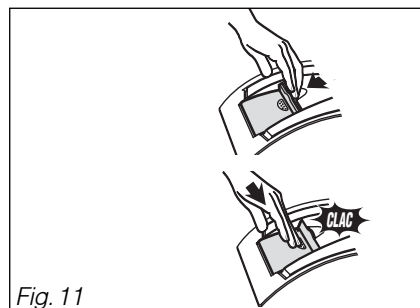

Fig. 11
- Ouvrez le portillon du tambour en tirant sur le volet de fermeture (Fig. 11).
- Refermez le portillon, rabattez le volet de fermeture en appuyant dessus jusqu'à ce qu'il soit parfaitement verrouillé (Fig. 11).